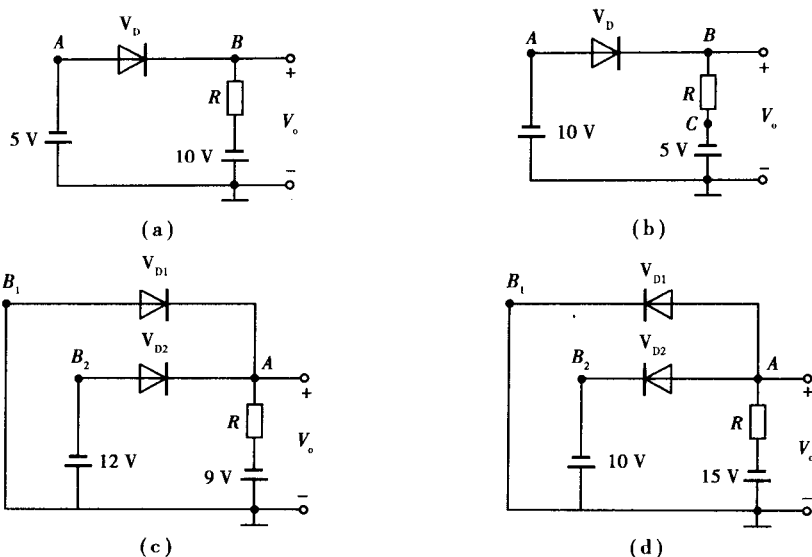

图 1.3
例 1.4 二极管电路如图 1.3 所示,判断图中二极管是导通还是截止状态,并确定输出电压 V_o 。设二极管的导通压降为 0.7 V 。
①在图 1.3(a)中,首先将二极管 V_D 断开,求二极管两端将承受的电压 $V_{AB} = V_A - V_B = -5\text{ V} - (-10\text{ V}) = 5\text{ V}$ 。显然,二极管接入以后处于正向偏置,工作在导通状态。如果设二极管是理想器件,正向导通压降 $V_{V_D} = 0\text{ V}$,则输出电压 $V_o = V_A - V_{V_D} = -5\text{ V}$ 。若考虑二极管的正向压降 $V_{V_D} = 0.7\text{ V}$,则输出电压 $V_o = V_A - V_{V_D} = -5\text{ V} - 0.7\text{ V} = -5.7\text{ V}$ 。
②在图 1.3(b)中,断开二极管 V_D ,有 $V_{AB} = V_A - V_B = -10\text{ V} - (-5\text{ V}) = -5\text{ V}$ 。可见,二极管 V_D 接入以后,将承受反向电压, V_D 处于截止状态(相当于断开),电路中电流等于零(设
③在图 1.3(c)中, 首先将 V_{D1} 和 V_{D2} 断开, 求得两管将承受的电压为:
④在图 1.3(d)中, 首先将 V_{D1} 和 V_{D2} 断开, 求得两管将承受的电压。